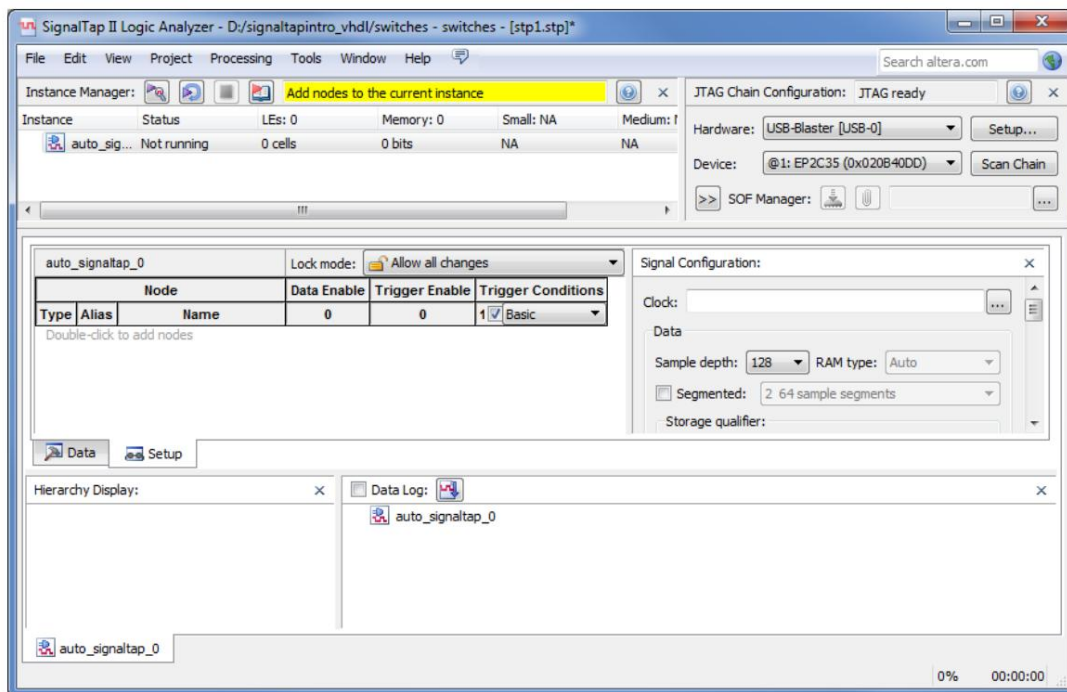

Figure 4. La fenêtre SignalTap II.
2. La fenêtre SignalTap II, avec l'onglet Configuration sélectionné, est illustrée à la figure 4. Enregistrez le fichier sous le nom switches.stp. Dans la boîte de dialogue qui s'affiche (figure 5), cliquez sur OK. Dans la boîte de dialogue « Voulez-vous activer le fichier SignalTap II 'switches.stp' pour le projet actuel ? », cliquez sur Oui (figure 6). Le fichier switches.stp est désormais le fichier SignalTap associé au projet.